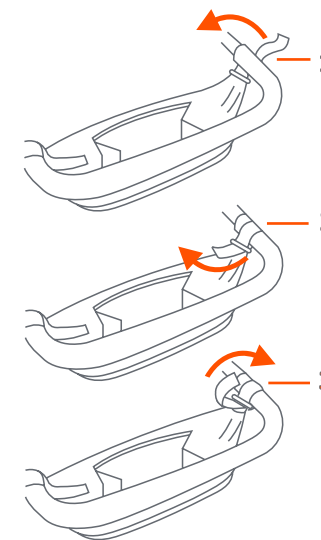

Fig. 5a
5) • **Strap In The Soft Parent Organizer:** Use the hook and loop to hang the soft parent organizer onto the stroller handle. Follow illustrations 1 through 3 (Fig. 5a). Ensure to fasten tightly.
• **Ajuste El Organizador Flexible Para Padres:** Utilice el gancho y la arandela para colgar el organizador flexible para padres en el mango del carrito. Siga las ilustraciones 1 a 3 (Fig. 5a). Asegúrese de ajustarlo firmemente.
• **Sangle Du Panier De Rangement Souple Pour Parents:** Utilisez le crochet et la boucle pour fixer le panier de rangement souple pour parents à la poignée de la poussette. Suivez les illustrations 1 à 3 (Fig. 5a). Assurez-vous de bien serrer la sangle.